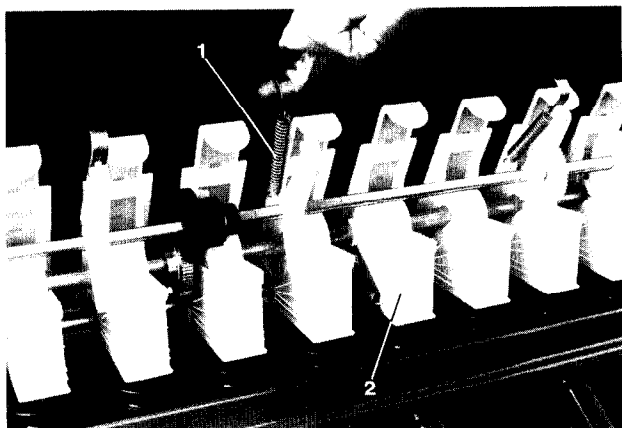

Fig. 102
- De voordrijfas van de zaairad-rijsporenschakeling (indien aanwezig) wordt, na het losmaken van de trekveren (Fig. 102/1) met de zwenklagers, naar beneden geklapt.
- De druklagers (Fig. 102/2) na het ontspannen van de trekveren afnemen.